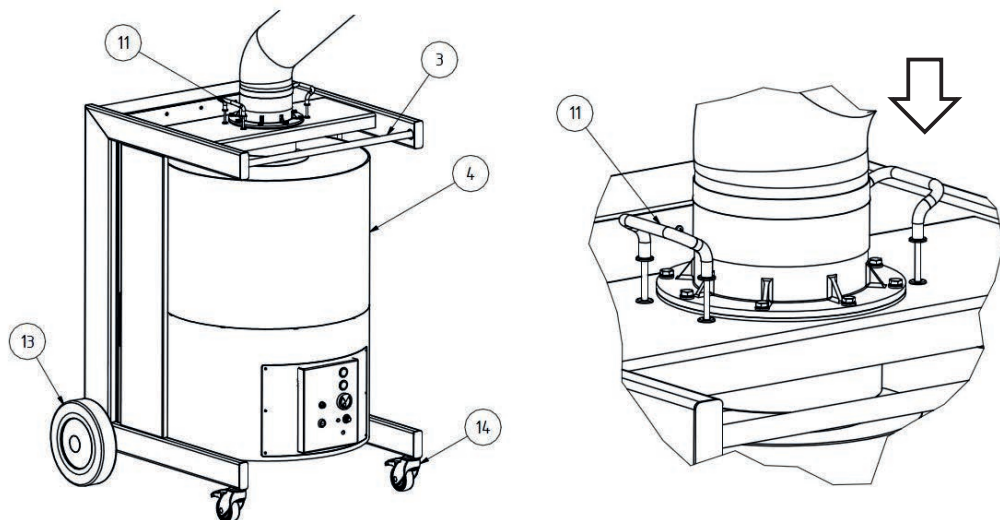

Figure 2, Déballage et montage des roues
- Pousser alors le système remplaçable du filtre par les deux poignées vers le bas, jusqu'à la butée (figure 2, pos. 11).